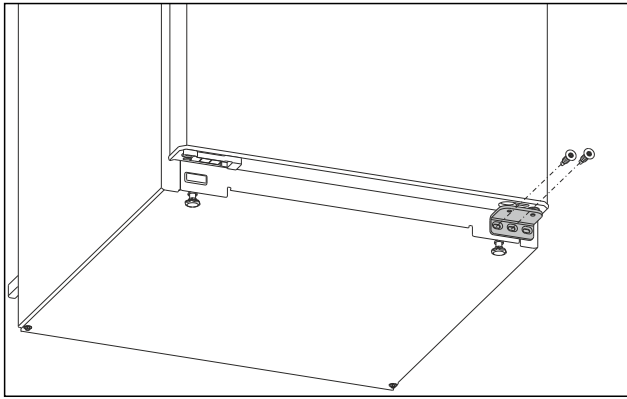

Fig. 4
- Am unteren Lagerbock die mittlere Schraube mit Schraubendreher Torx 20 herausdrehen. Fig. 4 ()
- Am unteren Lagerbock die innere Schraube mit Schraubendreher Torx 20 herausdrehen. Fig. 4 ()